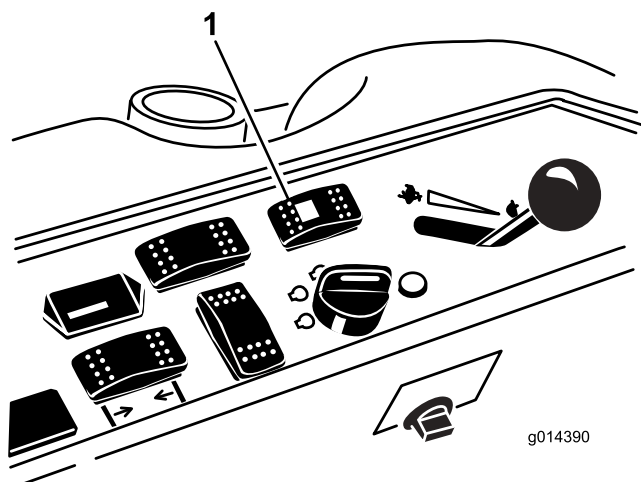

図 44
1. 切り換えスイッチ (図 44) の後側を押す (4輪操舵にセット)。